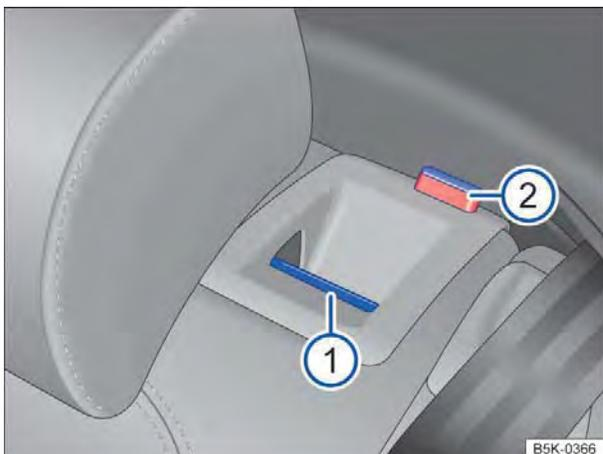

Fig. 98 No encosto do banco traseiro: botão de destravamento ①, marcação vermelha ②.
- Puxar o botão de destravamento ⇒ Fig. 98 ① para frente e, ao mesmo tempo, rebater o encosto do banco traseiro para frente.
- O encosto do banco traseiro estará destravado se uma marcação vermelha no botão ② estiver visível.
O encosto do banco traseiro estará destravado se uma marcação vermelha no botão ⇒ Fig. 98 ② estiver visível.